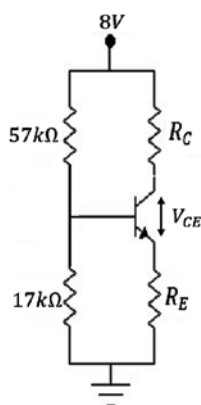

Figura 6.71 Ejercicio de aplicación. Fuente: Elaboración propia
- a) En el circuito de la figura 6.71, la ganancia de voltaje es $A_V = -4$ y la corriente de colector es $1,13mA$. Se pide hallar V_{CE} .